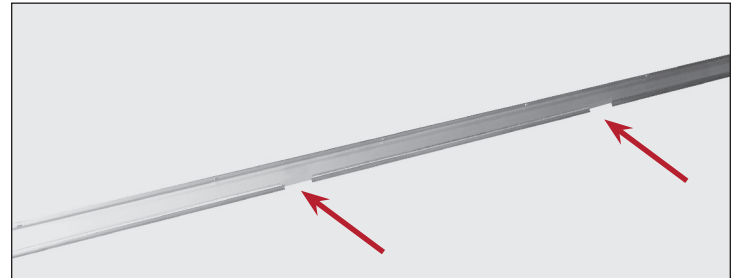

Figure 1. Ouvertures du rail de porte (appareils à deux portes SEULEMENT).
- **Appareils à deux portes** : glissez la porte avant pour la centrer sur l'appareil. Voir figures 1 et 2.